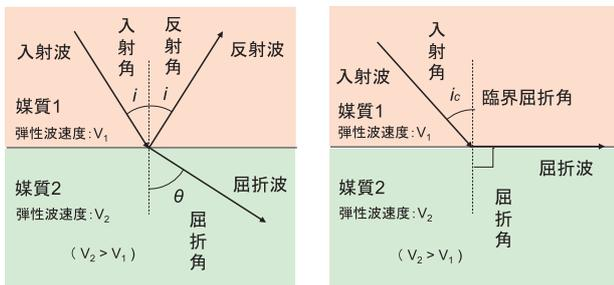

図1 屈折波の説明図
屈折法探査の基本は、屈折の原理です。高校の物理で、光の屈折の原理として習ったことかと思えます。弾性波も同じです。光の場合は屈折率という言葉が出てきたと思いますが、それは光(=電磁波)が媒質中を伝わる速度に関係する値ですので、弾性波の場合は弾性波速度で説明できます。では、**図1**を使って、弾性波の屈折について説明しましょう。
**図1(左)**のように、弾性波速度の異なる2つの媒質があって、直線状の境界で接しているとします。この境界に、入射波と書いた矢印のように弾性波が入射すると考えます。この矢印付きの直線は、波線(この場合は入射波線)と呼ばれます。媒質境界の法線と入射波線のなす角度を入射角と呼びます。境界では、波の一部は反射します。反射角は入射角と同じになります。波の一部は、媒質2にも伝わります。このように速度の異なる媒質中に波が伝わるとき、屈折という現象が起こります。入射波と同じ方向でなく、境界で折れ曲がって別の方向に進んでいくのです。その方向を示すのが屈折波線で、境界の法線と屈折波線のなす角度を屈折角と呼びます。いま、媒質1の速度  $V_1$  よりも媒質2の速度  $V_2$  のほうが大きい(つい大きいと書いてしまいましたが、速度の場合は高いと言うのが正しいですね。  $V_2$  のほうが高い)とすると、図に示したように、屈折角  $\theta$  は、入射角  $i$  よりも大きくなります。入射角と屈折角の関係は、弾性波速度  $V_1$  と  $V_2$  を使って、次の式で表されます。
さて、**図1**に戻ります。  $V_1 < V_2$  の場合、  $i < \theta$  となると述べましたが、  $i$  が徐々に大きくなっていくと、**図1の右図**に示すように、  $\theta$  が  $90^\circ$  に達してしまうところが出てきます。この時の入射角  $i_c$  は臨界屈折角と呼ばれます。屈折角は  $90^\circ$  ですので、屈折波は境界線に沿って真横に伝わっていくこととなります。(1)式で、入射角を  $i_c$  とすると  $\theta$  が  $90^\circ$  になるので、臨界屈折角は次の式で表されます。